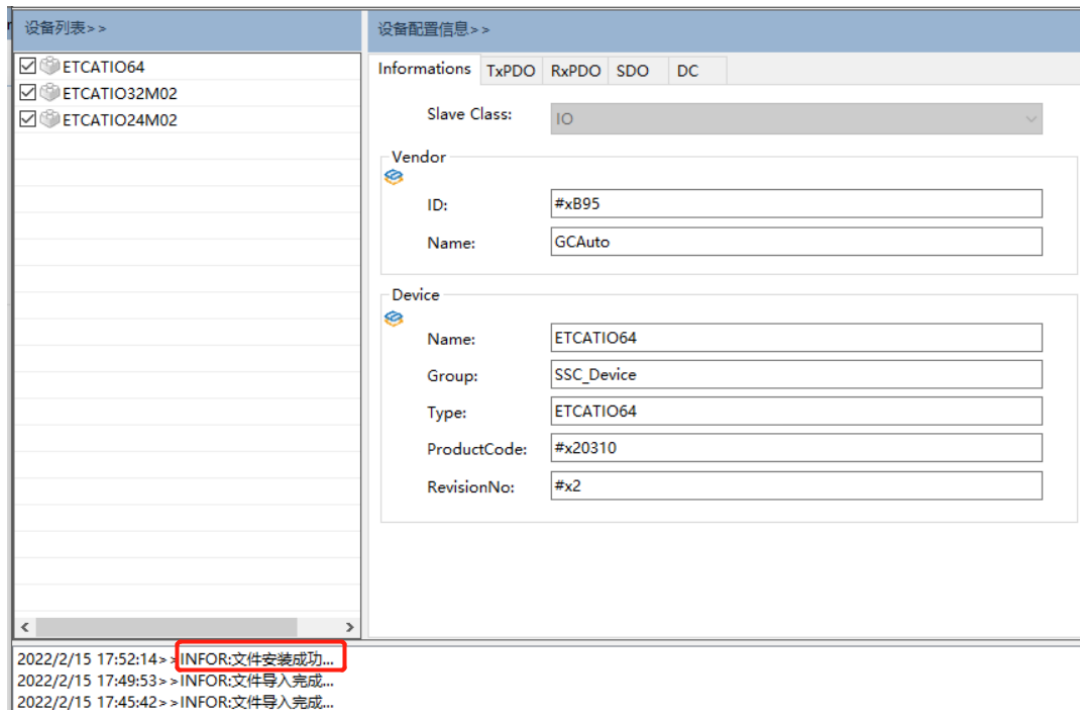

图 2.1.5 文件安装成功
④ 接着点击【安装】，会在左下方提示文件安装成功如图 2.1.5 所示，关闭该窗口；